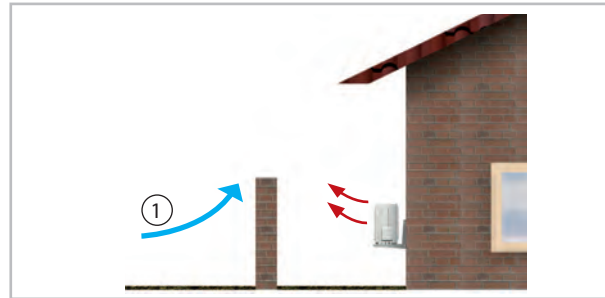
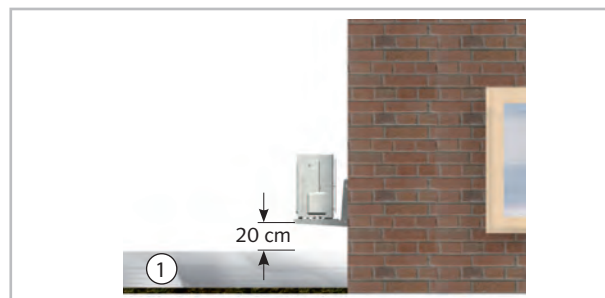

Abb. 68: Schutz vor Wind
Abb. 69: Schutz vor Schnee
- Wird das Außenmodul in einer Gegend mit starkem Wind aufgestellt, muss das Gerät vor dem Wind geschützt werden und es wird ein zusätzliches Stabilisieren empfohlen. Das kann z.B. mit Drahtseilen oder anderen Konstruktionen realisiert werden (Abb. 68). Bei der Montage sind Schneegrenzen zu beachten (Abb. 69).
- Beachten Sie bei der Aufstellung die zu erwartende Schneehöhe und eine Erhöhung um ca. 20 cm, damit ganzjährig ein freies Ansaugen und Ausblasen der Außenluft gewährleistet werden kann (Abb. 69).